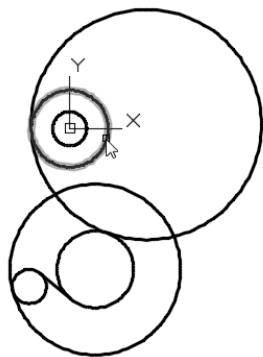

图 12-41 选择要倒圆角的第一个对象
10) 倒圆角。在功能区“默认”选项卡的“修改”面板中单击“圆角”按钮, 选择“半径(R)”提示选项, 输入圆角半径为“48”, 确保模式为修剪, 选择第一个对象 (见图 12-41), 接着选择第二个对象 (见图 12-42), 从而完成创建一个圆角, 效果如图 12-43 所示。